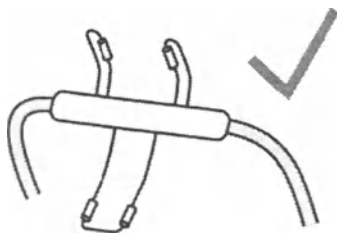

Рис. 3. Пример правильного отгибания носовых зубцов датчика
3. Для предупреждения введения носовых зубцов датчика в носовые ходы пациента аккуратно отогните носовые зубцы кпереди, как показано на рис. 3.